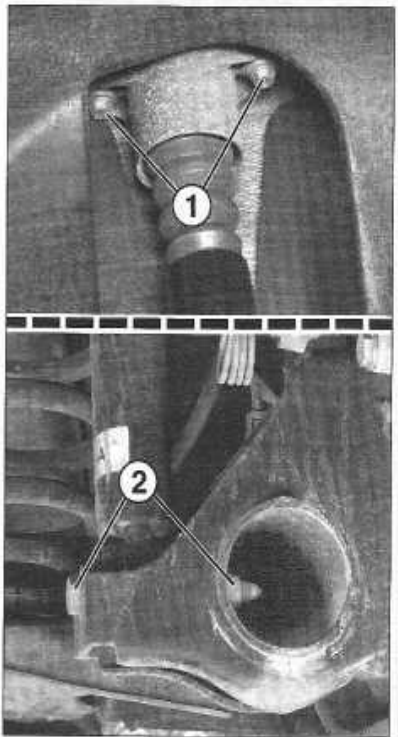

FIGURE 6-9
- Déposer les vis de fixation supérieure (1) d'amortisseur (figure 6-9).
- Déposer la vis de fixation inférieure (2) d'amortisseur (figure 6-9).